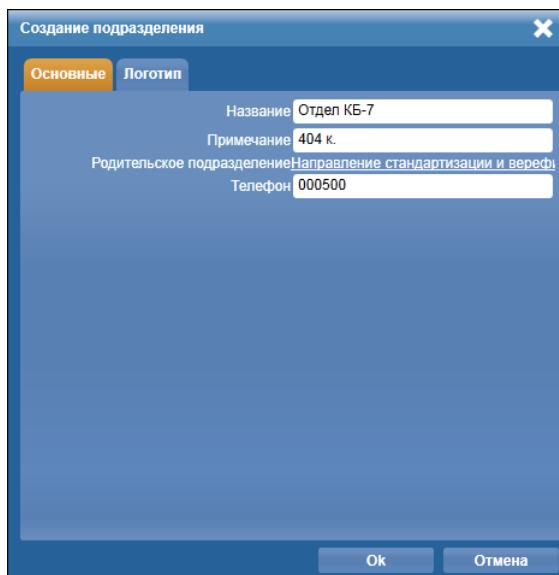

Рисунок 17. Окно **Создание подразделения**, вкладка **Основные**
- 4) В отобразившемся окне **Создание подразделения** ввести следующие сведения. На вкладке **Основные** (Рис. 17) ввести основные сведения о подразделении:
- Если требуется, изменить родительское подразделение, нажав на его название, и выбрав из списка в открывшемся окне. В окне **Выбор родительского подразделения** (Рис. 17а). можно также **Добавить новое подразделение** или **Открепить от подразделения** с помощью кнопок в нижней части окна;
Рисунок 17а. Окно **Выбор родительского подразделения**, вкладка **Основные**
- 3) Нажать кнопку **Редактировать** на панели меню. В результате отобразится окно **Свойства подразделения**, которое по структуре идентично окну **Создание подразделения** (Рис. 17). Процесс редактирования свойств подразделения идентичен процессу первоначального ввода настроек при создании подразделения, который описан в пункте Добавление подразделения.